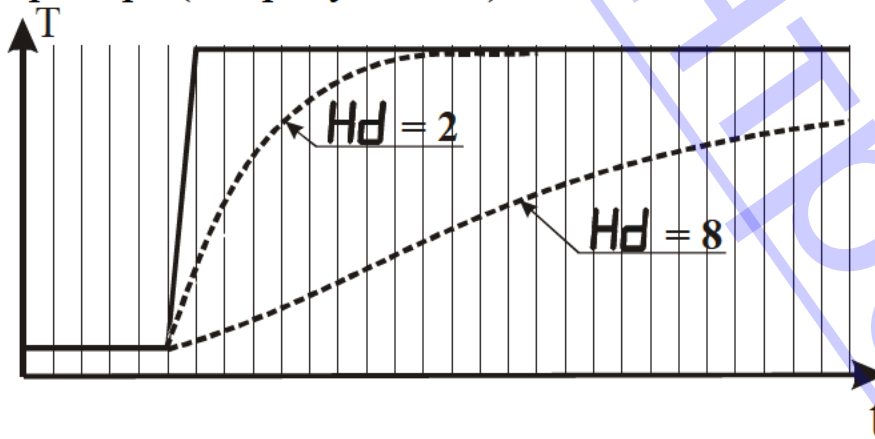

Рисунок 3.8 - Влияние параметра “Время усреднения” на показания прибора при различных значениях параметра Hd
3.3.2.7 Параметр “Время усреднения” указывают в количестве периодов опроса входного датчика ($N_{\text{опр.}}$). Этот параметр позволяет добиться более плавного изменения показаний прибора. Для этого производится вычисление среднего арифметического из последних ($N_{\text{опр.}}$) измерений. При значении параметра равном 0 интегратор выключен. Уменьшение значения времени усреднения приводит к более быстрой реакции прибора на скачкообразные изменения измеряемого параметра, но снижает помехозащищенность прибора (см. рисунок 3.8).